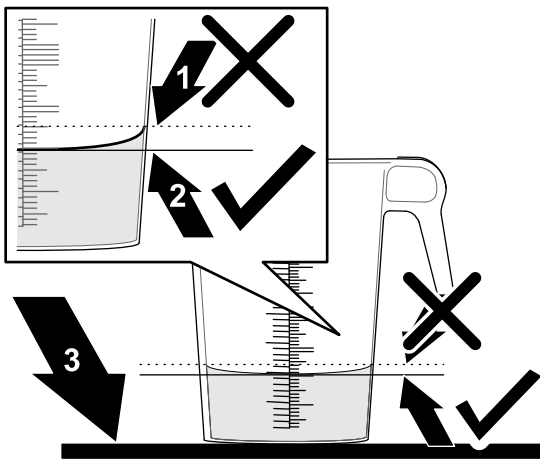

Рисунок 50
6. Поставьте градуированную емкость на ровную поверхность и определите объем жидкости (Рисунок 50).